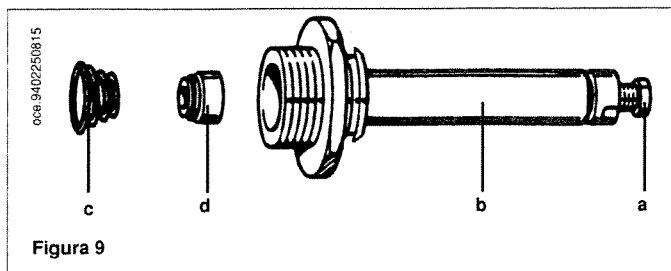

Figura 9
- * sostituire la molla avendo cura di posizionarla correttamente (figura 9);
- avvitare a fondo, senza forzare, la vite nera (a) al canotto (b) (figura 9);
- svitare la vite nera (a) (figura 9) fino a raggiungere il valore di pressione corrispondente alla potenza ridotta vedi tabella 1;